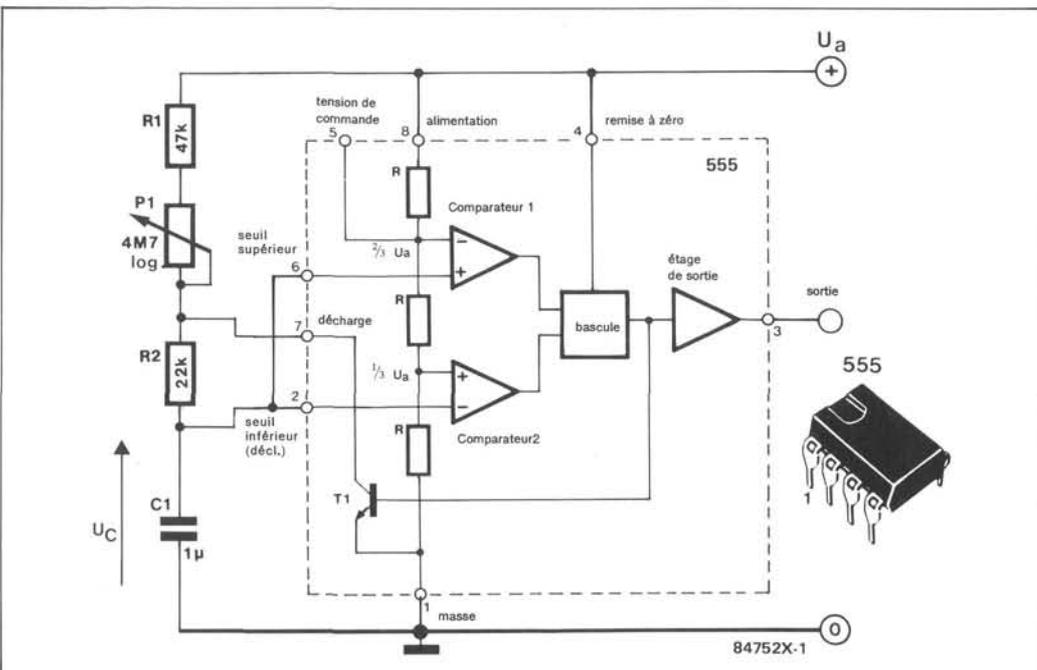

Figure 1 - L'utilisation la plus courante du 555 est celle de multivibrateur astable. Le potentiomètre permet de faire varier la fréquence.
Sus donc au multivibrateur astable que nous appellerons MVA dans ce qui suit. Ce qui caractérise le schéma du MVA et apparaît d'emblée, est son élégante symétrie (figure 1). Les deux transistors dos à dos avec chacun leur résistance de collecteur, et leur réseau RC (R2 et C1, R3 et C2) dans le circuit de base.
Figure 1 - Reconnaisable à la symétrie de sa construction, remarquable pour sa fiabilité, le multivibrateur astable à deux transistors est un circuit bon à tout faire.
Le 555 trouve continuellement de nouvelles applications, mais il semble avoir été fait spécialement pour chacune d'elles. Son organisation interne, représentée sur la figure 1, comprend deux comparateurs, une bascule et un étage de puissance de sortie. Les tensions de référence des deux comparateurs sont définies par un réseau de résistances interne. Les résistances du diviseur, marquées R sur le schéma, sont toutes les trois de 5 k Ω . Elles définissent deux seuils de tension, égaux à 1/3 et 2/3 de la tension d'alimentation U_A . Le montage de la figure 1 est un multivibrateur astable. Il va nous donner l'occasion de décrire la fonction des différents sous-ensembles. À la mise sous tension, le courant circule à travers les résistances extérieures R1, R2
Le montage de la figure 1 ne peut donner que des durées différentes pour la pause et l'impulsion. Il peut arriver que l'on tienne à avoir des durées égales. C'est possible avec le montage de la figure 4. Le courant de charge passe alors par R1 et D1, le courant de décharge par R2 et D2. Les durées seront égales à condition que les résistances R1 et R2 soient égales.
Examinons l'oscillateur à multivibrateur astable de la **figure 1**, construit autour d'un inverseur à trigger de Schmitt (le seuil de basculement à l'entrée n'est pas le même lors du passage du niveau bas au niveau haut que lors du passage du niveau haut au niveau bas). La réinjection d'une partie du signal de sortie doit être effectuée avec un certain décalage (la cause précède l'effet lequel ne peut devenir cause à son tour qu'un peu plus tard).
Figure 1 - L'oscillateur à opérateur logique avec entrée en trigger de Schmitt est le plus simple qui soit. Il réunit les conditions sine qua non de l'oscillation : rétroaction, gain (le circuit intégré est un composant actif) et déphasage (RC).
Figure 3 - Le circuit de la figure 1 ne fonctionne que si les seuils de commutation à l'entrée de l'opérateur sont différents comme c'est le cas sur un opérateur à entrée en trigger de Schmitt. Un deuxième opérateur permet de s'affranchir de cette obligation. Dès lors on peut utiliser des opérateurs ordinaires.
Il vaut mieux adopter la configuration de la **figure 3** qui permet d'utiliser des opérateurs sans entrée à trigger de Schmitt. Le principe fondamental reste le même que celui de la figure 1 : charge et décharge du condensateur.